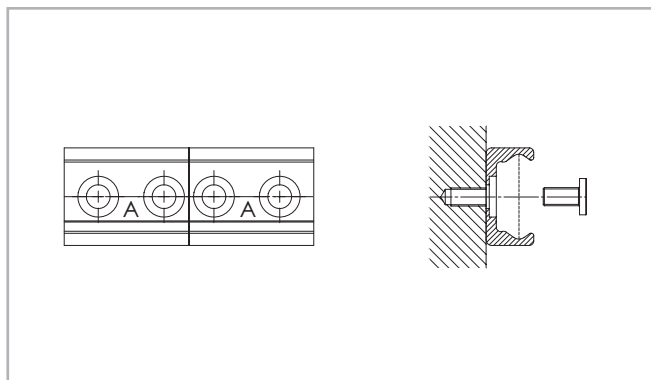

Fig. 173
- (1) Fissare le guide singole sulla superficie di montaggio serrando tutte le viti tranne l'ultima sulla giunzione.
- (2) Montare le viti di fissaggio terminali senza serrarle (vedere fig. 173).